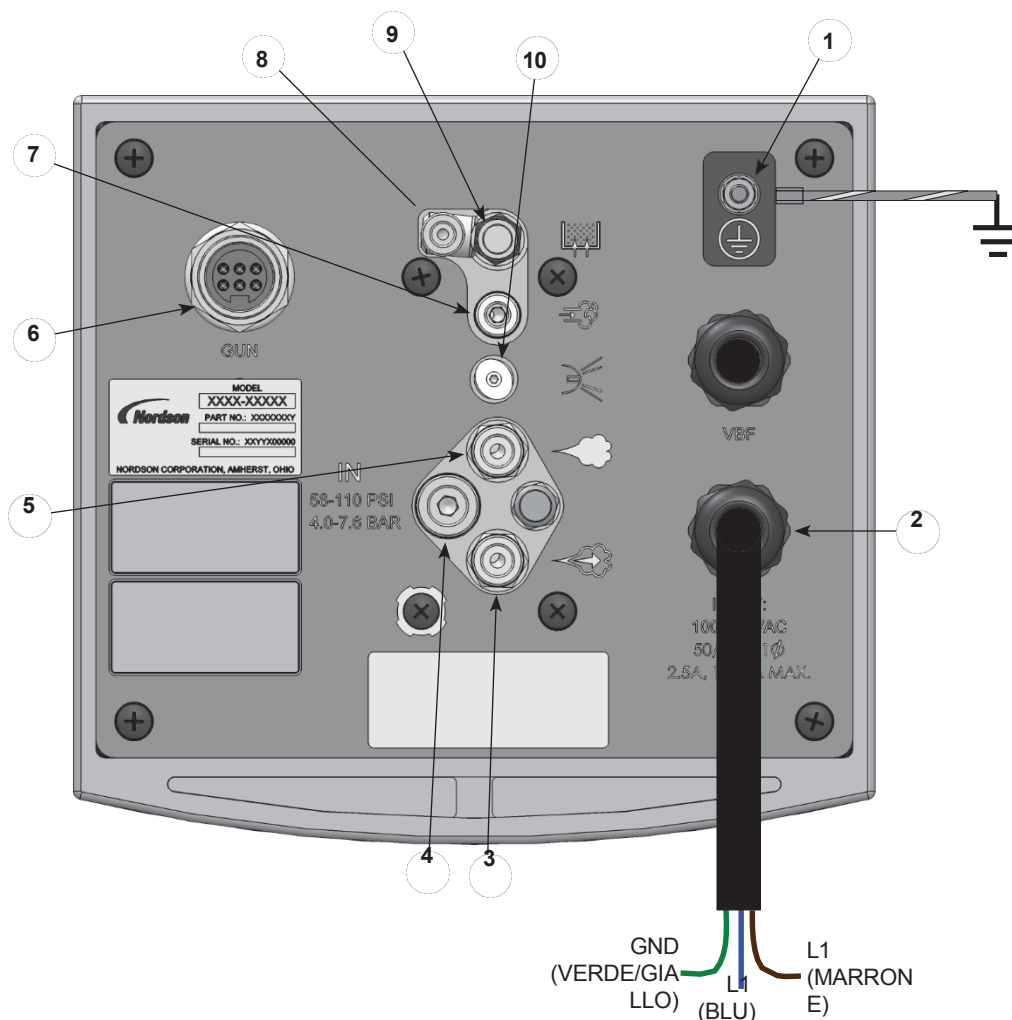
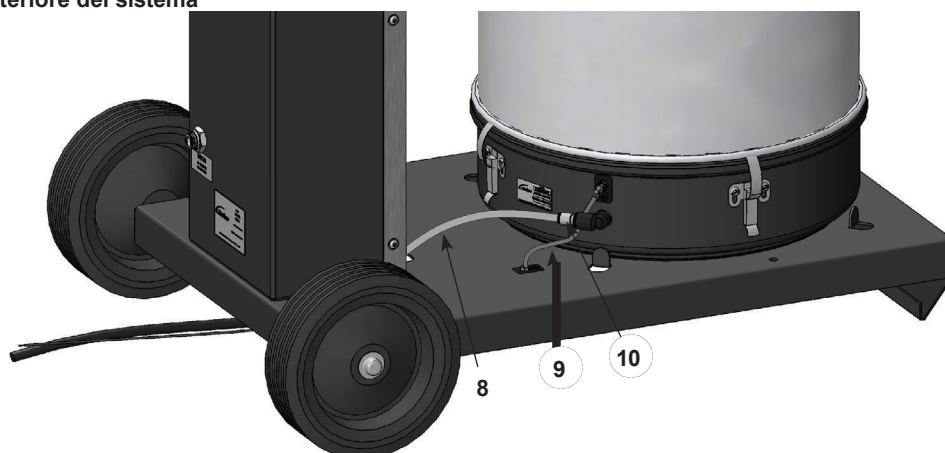

Figura 2-3 Collegamenti del controller della pistola Encore LT
Figura 2-7 Sistema mobile Encore PE con tramoggia - Installazione della tramoggia e della pompa
5. Vedere la Figura 2-3. Collegare il tubo nero da 6 mm al raccordo rapido dell'aria di spurgo (8).
3. Vedere la Figura 2-3. Collegare i seguenti elementi al controller:
- Tubo dell'aria di atomizzazione blu da 8 mm (3)
- Tubo dell'aria nera da 8 mm (5)
- Tubo dell'aria di fluidificazione blu da 6 mm (8)
4. Sistemi mobili: vedere la Figura 2-7.
- a. Instradare l'aria di atomizzazione (4) e il tubo dell'aria di flusso (6) attraverso l'anello di tenuta (12) sul pannello frontale della torre del carrello.
- b. Far passare il tubo dell'aria di fluidificazione (8) attraverso la torre e fuori dalla parte anteriore inferiore.
5. Tutti i sistemi: vedere la Figura 2-7. Installare la pompa (7) nel supporto della pompa (5) con un leggero movimento rotatorio.
6. Collegare il tubo dell'aria nera da 8 mm al raccordo centrale (F) sulla pompa. Collegare il tubo dell'aria blu da 8 mm al raccordo superiore (A) sulla pompa.
7. Collegare il riduttore da 10 mm x 6 mm (10) al raccordo a gomito da 10 mm sul tamburo di fluidificazione della tramoggia. Collegare il tubo dell'aria di fluidificazione (8) al riduttore.
8. Collegare il terminale ad anello sul filo di terra verde/giallo (9) al perno di terra sul lato della vaschetta di fluidificazione, quindi inserire il filo di terra nella presa di terra sulla base del carrello o collegarlo a una vera terra.
9. Installare una fascetta stringitubo (3) sull'estremità del tubo di sfiato (1) e collegare il tubo al tubo di sfiato sul coperchio. Serrare la fascetta per fissare il tubo. Inserire l'altra estremità del tubo di sfiato nella cabina di verniciatura.